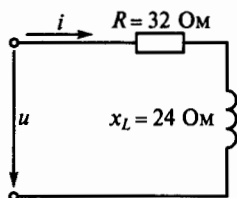

Рис. 103
**3.59.Р.** Каким в цепи на рис. 103 будет мгновенное значение напряжения на зажимах, если ток в этой цепи выражается функцией времени:  $i = 4 \sin(\omega t - 120^\circ)$ ?